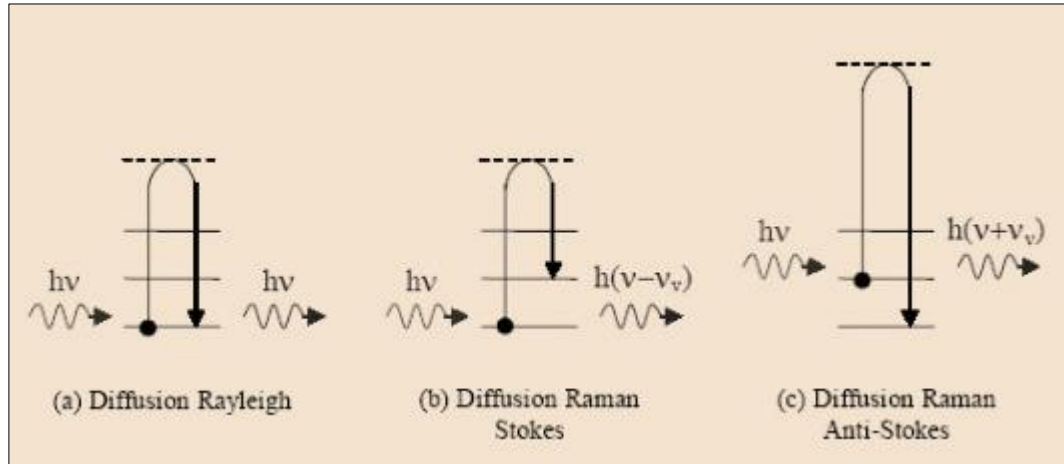

Figure 2 : Principe de la spectroscopie
- La désexcitation se fait à la même fréquence que l'excitation : c'est la diffusion Rayleigh élastique. (*figure 2 : a*)
- La désexcitation se fait à une fréquence inférieure à celle de l'excitation : c'est la diffusion Raman inélastique Stokes. (*figure 2 : b*)
- La désexcitation se fait à une fréquence supérieure à celle de l'excitation : c'est la diffusion Raman inélastique anti-Stokes. (figure 2 : c)